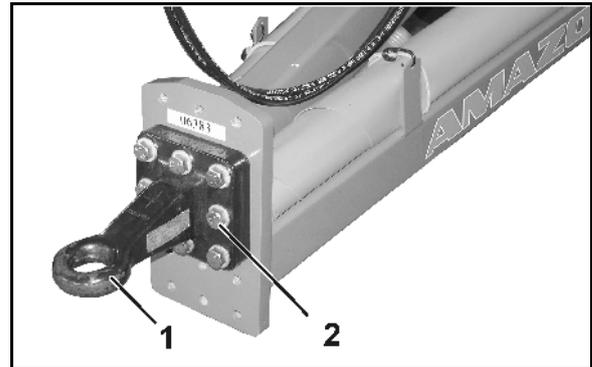

Fig. 48
Bei abgebauter Maschine kann die Höhe der Zugöse (Fig. 48/1) dem Traktor angepasst werden.
- Schrauben (Fig. 48/2) lösen und Zugöse in gewünschter Höhe anschrauben.